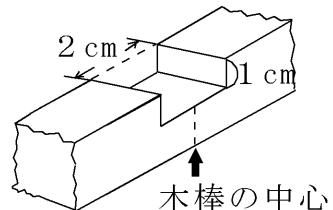

図13 木棒の切れ込み
- (1) 2本の木棒の中心に幅2cm、深さ1cmの切れ込みを入れる（図13）。